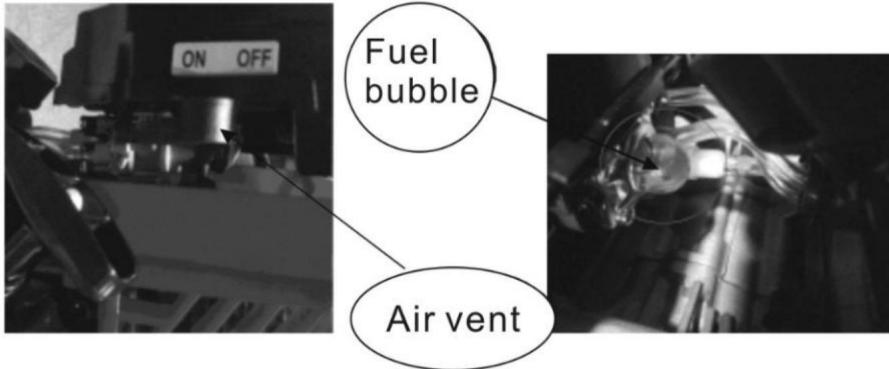

Fig 3
1. Avant le premier démarrage de la nouvelle machine, appuyez à nouveau sur le carburant transparent. bulle (voir Fig. 3) pour remplir complètement le carburateur de carburant.